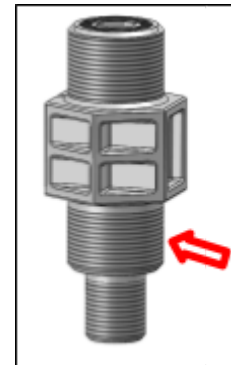

Figure 36.
17. Application de ruban Téflon sur l'injecteur : enrroulez quelques tours de ruban Téflon autour du filetage de l'injecteur. Cela garantit une connexion étanche. Voir figure 36.